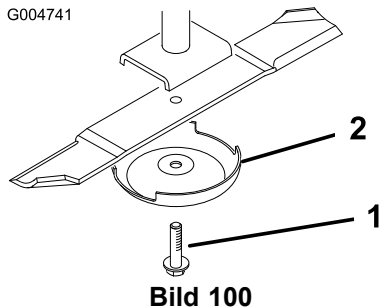

Bild 100
2. Halten Sie das Ende des Messers mit einem stark wattierten Handschuh oder wickeln Sie einen Lappen um es herum. Entfernen Sie die Messerschraube, die Antiskalpierscheibe und das Messer von der Spindelwelle (Bild 100).